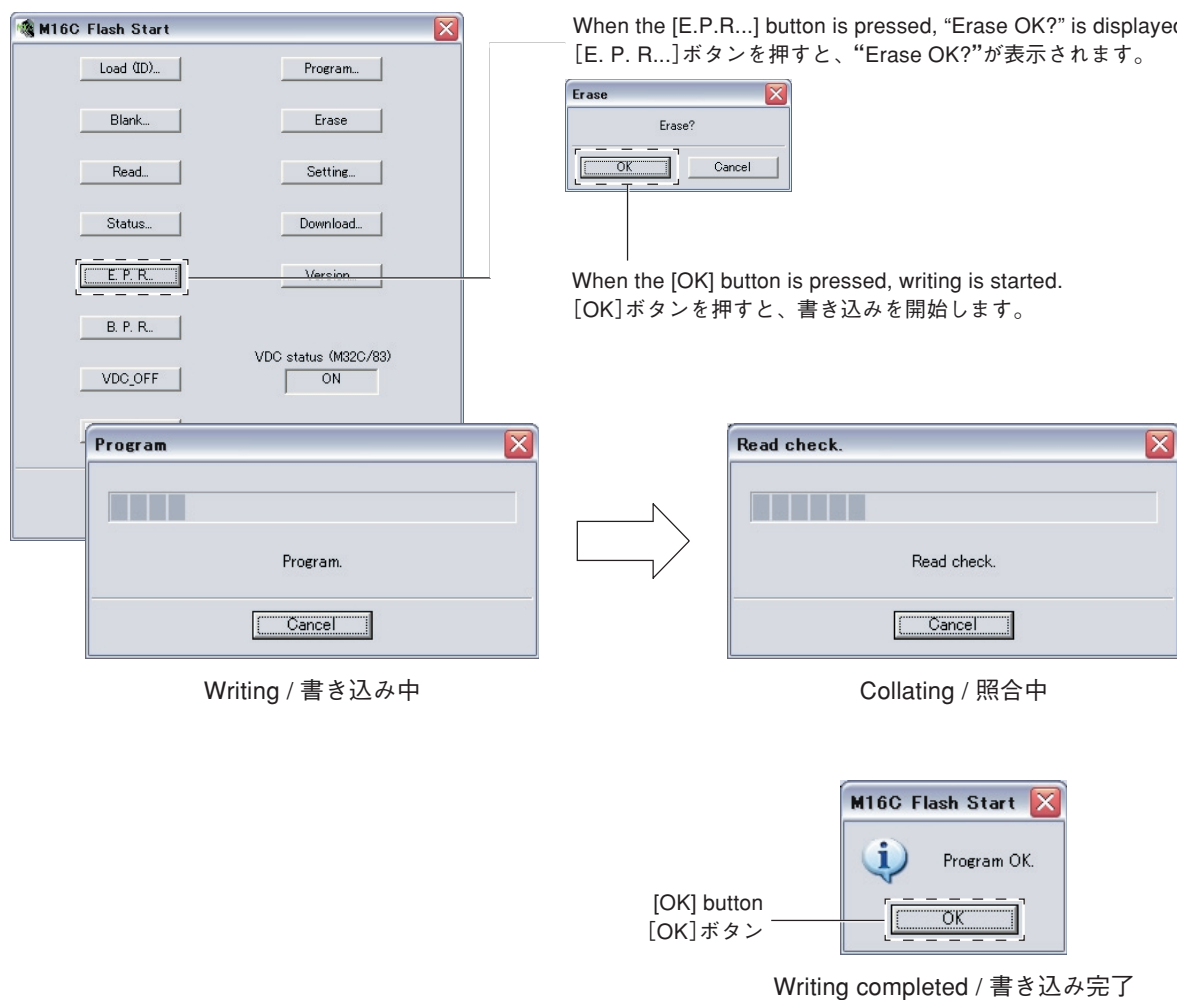

Fig. 4
“M16C Flash Start” is displayed. (Fig. 4)
“M16C Flash Start”が表示されます。(Fig. 4)
10. Press the [E.P.R...] button, and “Erase OK?” is displayed. (Fig. 4)
Press the [OK] button and start writing. (Fig. 4)
11. When writing is completed, “Program Finished” is displayed. (Fig. 4)
Press the [OK] button. (Fig. 4)
10. [E. P. R...]ボタンを押すと、“Erase OK?”が表示されます。(Fig. 4)
[OK]ボタンを押し、書き込みを開始します。(Fig. 4)
11. 書き込み完了後、“Program Finished”が表示されます。(Fig. 4)
[OK]ボタンを押します。(Fig. 4)